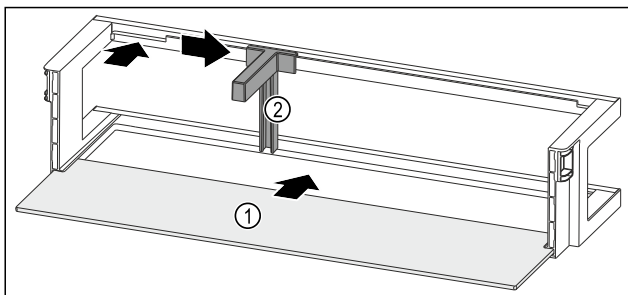

Fig. 243 Dveřní přihrádka s odkládací plochou
- ▶ Odkládací plochu Fig. 243 (1) zasuňte do bočních vybrání.
- ▶ Držák lahví Fig. 243 (2) vložte do vybrání.
- ▶ Držák lahví Fig. 243 (2) posuňte na stranu do požadované polohy.